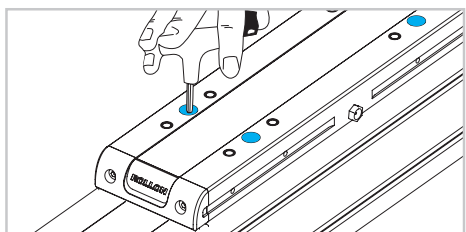

Fig. 6
- 6) Svitare e rimuovere le 4 viti che tengono agganciata la parte interna del carro (Fig. 6)